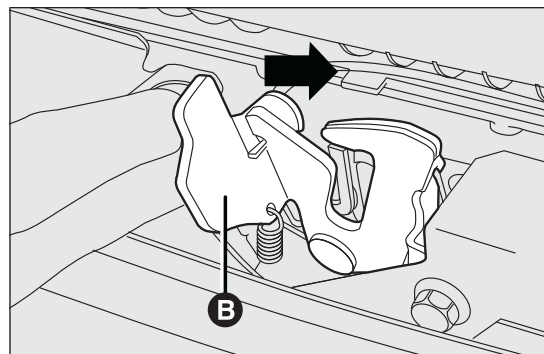

fig. 60
- déplacer vers la droite le levier B fig. 60 comme indiqué sur le schéma ;